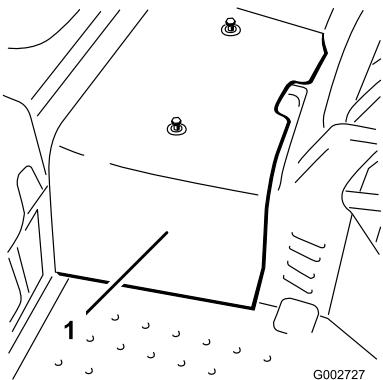

Figura 39
2. Retire os 2 parafusos que fixam o resguardo central à máquina e retire o resguardo (Figura 39).